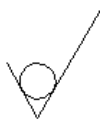

图 10.1.38 标注表面粗糙度 4
Step5. 参照 Step1~ Step3 的操作步骤标注图纸右上角的表面粗糙度符号, 结果如图 10.1.38 所示。